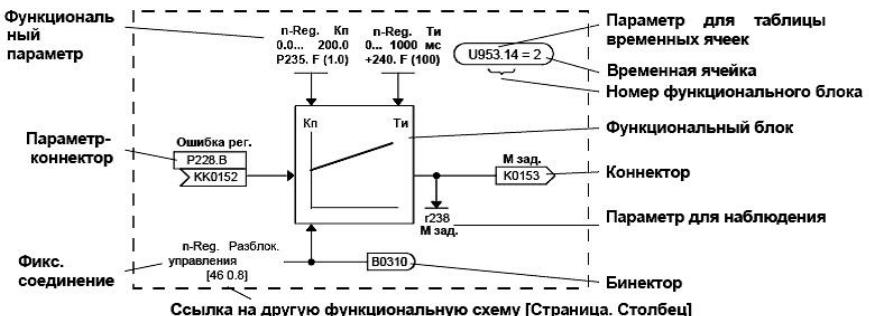

Рис.1. Представление функционального блока
Функциональный блок (FB) служит для реализации определенного элемента системы управления, например, регулятора, задатчика интенсивности, фильтра, и т.д. Представление функционального блока в схемах преобразователей фирмы «SIEMENS» показано на рис.1.
На рис.1 показан функциональный блок, реализующий регулятор, свойства которого (коэффициент усиления и постоянная интегрирования) задаются через строго определенные параметры. Функциональный блок имеет вход и выход, связанные с определенными коннекторами для соединения блока при создании необходимой структуры системы управления.
В квадратных скобках показана связь данного функционального блока с другими функциональными схемами (перекрестные ссылки). В квадратных скобках прописаны [№ страницы, № столбца], откуда приходит сигнал в схему данного функционального блока. На рис.1, в соответствии с записью [460.8] бинекторный сигнал для разблокирования регулятора приходит со страницы 460 из колонки номер 8.
В преобразователях «*Simovert*» для каждого FB указывается параметр **временной ячейки** (см. рис.1, **U953.14**), в котором указаны номер FB (см. рис.1, номер **314**) и заводская установка (см. рис.1, **2**). На рисунках эти параметры показаны в **овальной рамке**, чтобы визуально отличить их от других элементов функционального блока. По сути дела временная ячейка - это **время**, в пределах которого все значения на выходах функционального блока **пересчитываются**, т.е. обновляются.